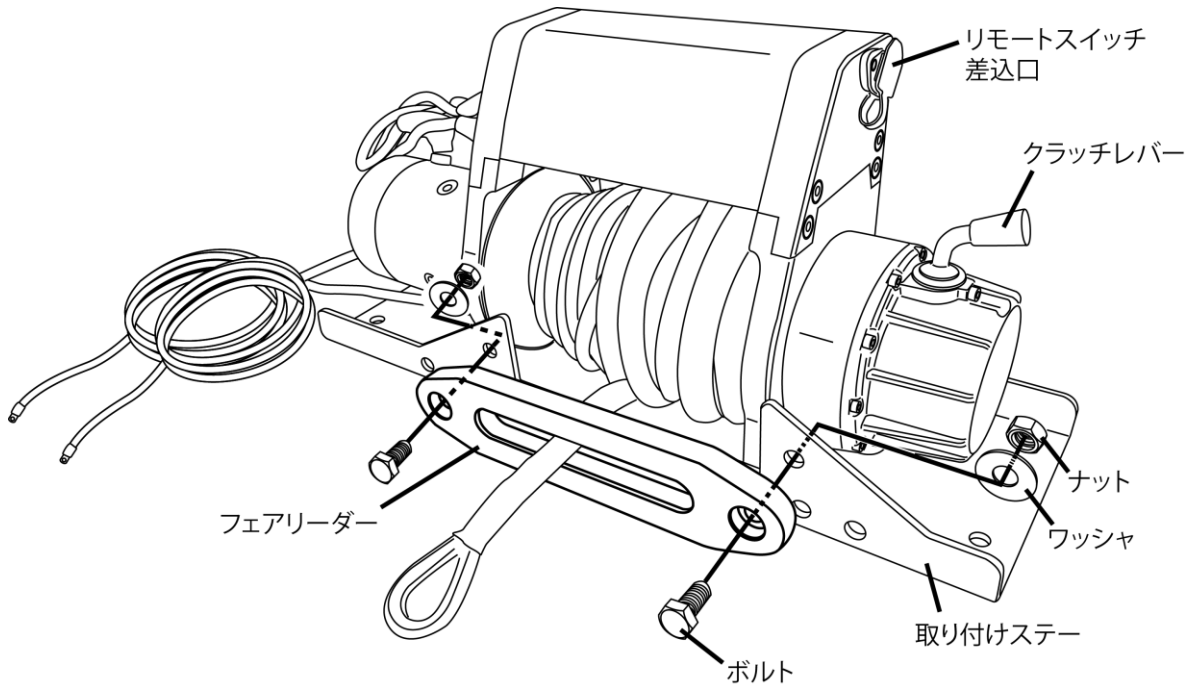

図1
- ① 取り付けステーとフェアリーダーの穴位置を合わせて、フェアリーダー側からボルトを挿入し、取り付けステー側からワッシャ・ナットをセットし、ナットを時計回転方向に回して締め付け、フェアリーダーを確実に固定してください(図1参照)。